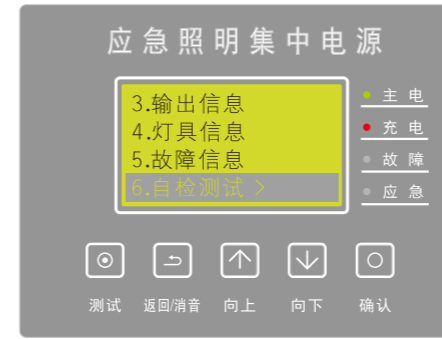

图5.8
(7)、自检测试(模拟市电停电、模拟月检、模拟年检、手动应急、加速自检):在主屏下,按【确认】键进入菜单,按【向上/向下】选择【自检测试】,按【确认】键进入(如图5.8)。